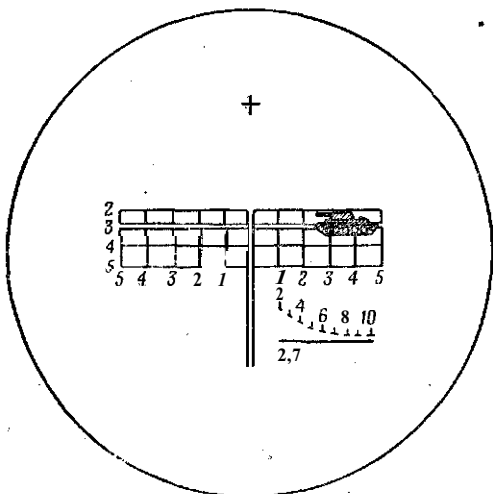

Рис. 75. Прицеливание при стрельбе выстрелами ПГ-7В из гранатомета с оптическим прицелом по движущемуся танку на расстоянии 300 м и умеренном ветре справа
**Пример 1.** Определить суммарную поправку при стрельбе выстрелами ПГ-7В, если танк движется справа налево со скоростью 15 км/час на расстоянии 300 м и ветер умеренный справа (рис. 75).